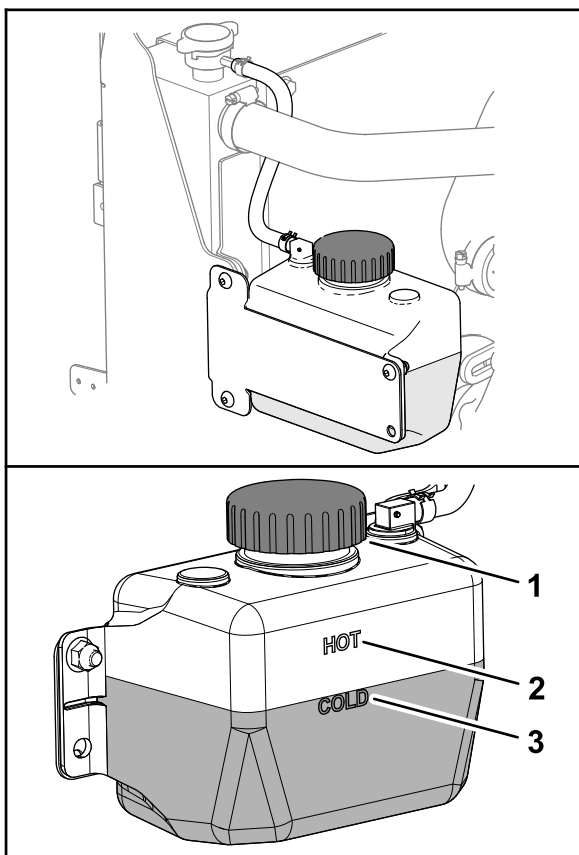

Figura 141
3. Compruebe el nivel de refrigerante en el depósito (Figura 141).